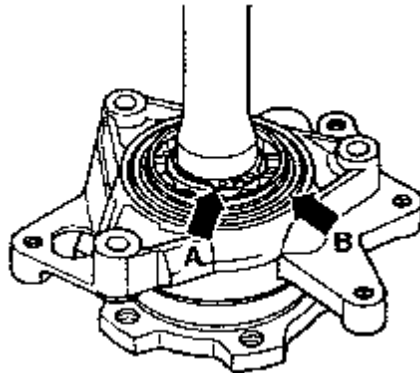

图 8-105 拆下向心球轴承卡环
(1) 如图 8-105 所示，拆下向心球轴承卡环（箭头）。
(4) 装上卡环 (图 8-105 所示箭头 A)。